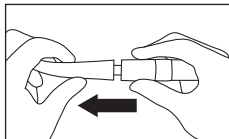

Fig. 10
- 5) Retirez la pièce à main du moteur. (Fig. 10)